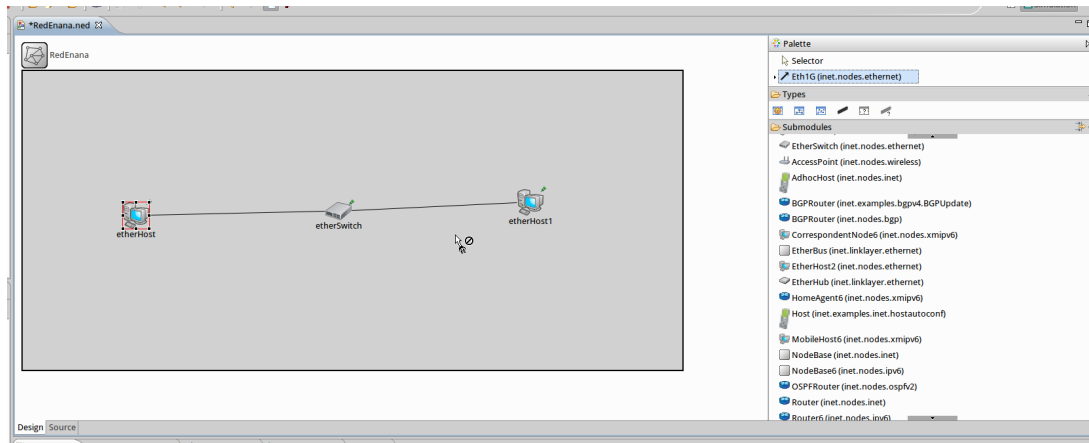

Figura 4: Creación del escenario de RedEnana.
nueva red sobre fondo gris (vacío), y en la parte derecha, la zona “Palette”, que ofrece una serie de herramientas y módulos disponibles para añadir a la red recién creada (figura 4, parte derecha).
4. Diseñar una red Ethernet. Nuestra red estará compuesta por un switch y dos ordenadores (su estructura quedará guardada en el fichero NED). Seleccionada la vista “Design”, desde la zona “Palette-Submodules” añadimos un “EtherSwitch” y dos “EtherHost” a la zona de diseño haciendo click en el item y, a continuación, clic en el área gris (no confundir con “EtherHost2”, y notar que los módulos usados recientemente reaparecen arriba en la lista). Posteriormente, añadiremos una conexión “Eth1G” (desplegable “Connection”) con la que conectaremos ambos nodos al switch. El aspecto final debe ser similar al de la figura 4. Para terminar, cambiamos los nombres por defecto de los ordenadores a “nodoTransmisor” y “nodoReceptor” (click derecho sobre ambos y “Properties”).